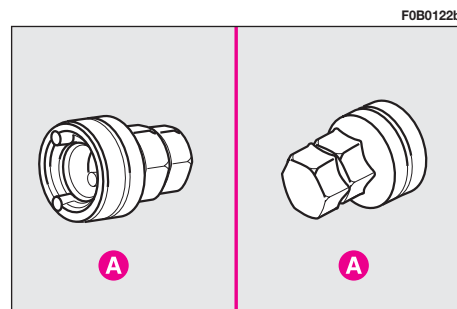

fig. 7
12) afloje de una vuelta los tornillos de fijación de la rueda que hay que sustituir; para aflojar el tornillo antirrobo, utilice el adaptador específico **A**-fig. 7 suministrado en dotación;